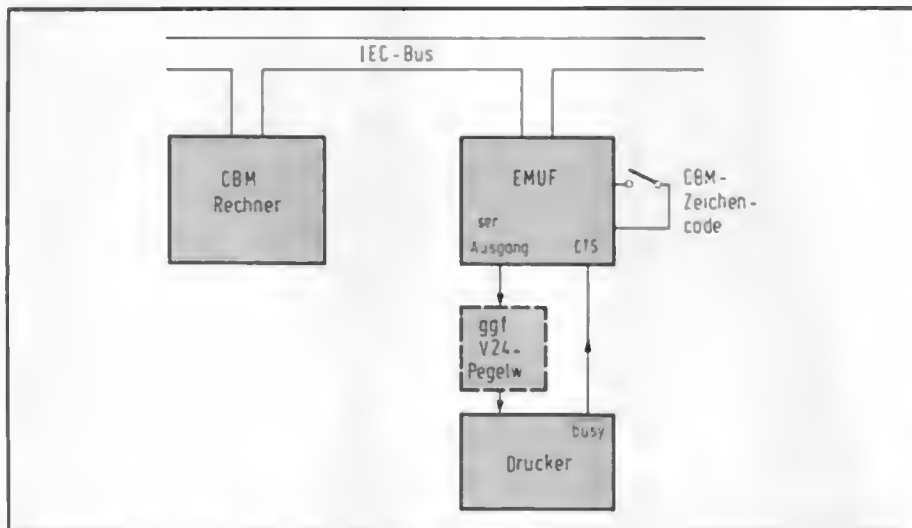
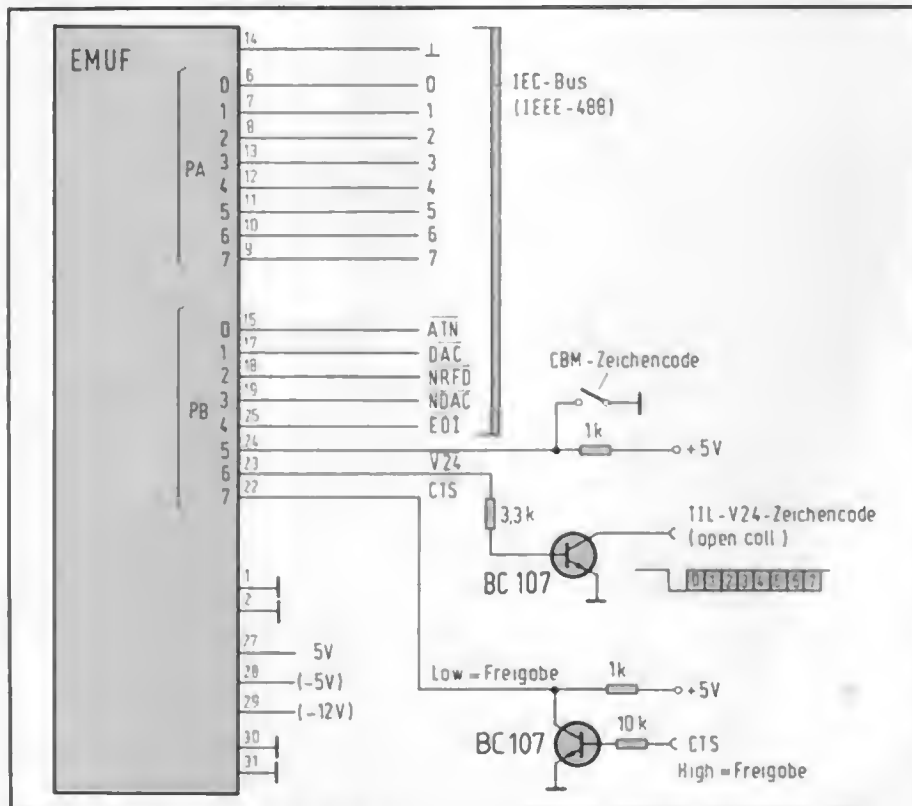

Bild 1. Anschluß eines V24-Druckers an einen CBM-Rechner
Bild 2. Die Steckerbelegung des EMUFs
In Bild 1 ist der prinzipielle Anschluß gezeigt. Das EMUF-Interface ist mit dem IEC-Bus gekoppelt. Der Drucker wird über einen Pegelwandler an den seriellen Ausgang angeschlossen. Eine Rückmeldeleitung BUSY oder CTS (Clear To Send) erlaubt es, die serielle Übertragung zu stoppen, wenn z. B. der Drucker gerade beschäftigt ist. Bild 2 zeigt die genaue Anschlußbelegung des EMUF. Der IEC-BUS wird dabei genauso wie bei dem Bar-Code-Leser [1] angeschlossen. Es bleiben dann noch drei Leitungen übrig, die für die serielle Schnittstelle verwendet werden können. An PB7 wird die Rückmeldung angeschlossen. Der EMUF gibt nur dann Daten aus, wenn der CTS-Eingang (22) auf Low-Pegel liegt. Es ist eine Transistorstufe eingezeichnet, so daß der Eingang CTS auch mit $\pm 12V$ -Pegeln versorgt werden kann. Das Interface ist frei, wenn dort ein High-Pegel anliegt. An PB6 (23) erscheinen die seriellen Daten. Dabei liegt an diesem Pin noch ein negiertes Signal an, hinter einer weiteren Transistorstufe erscheint dann ein TTL-kompatibles Signal, mit einem High als Ruhepegel. PB5 schließlich wird verwendet, um eine wahlweise Umrechnung von dem CBM-Zeichencode in ASCII zu erreichen. Ist der Eingang auf einem Low-Pegel, also der Schalter geschlossen, so wird umgewandelt. Ist er nicht geschlossen, so werden die Daten direkt übernommen. Damit ist auch ein Anschluß z. B. an HP-Rechner möglich, oder die Übertragung binärer Daten mit dem CBM.